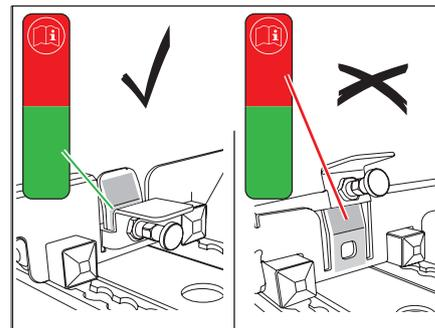
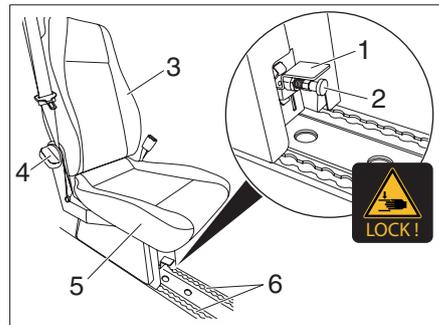

Fig. 17 Posizione dei bloccaggi
Fig. 23 Montaggio del sedile
- ▶ Sollevare il sedile (Fig. 23,5) nella guida (Fig. 23,6).
La leva di blocco (Fig. 23,1) dev'essere in posizione alta (per contrassegni vedi Fig. 16 e Fig. 17).
- ▶ Verificare che il sedile (Fig. 23,5) sia innestato correttamente.
- ▶ Tirare il perno di arresto (Fig. 23,2) e spingere verso il basso la leva di blocco (Fig. 23,1).
- ▶ Ruotare la manopola di regolazione (Fig. 23,4).
Lo schienale (Fig. 23,3) si ribalta in avanti.
- ▶ Tirare verso l'alto la leva di blocco (Fig. 23,1).
- ▶ Sollevare il sedile (Fig. 23,5) dalla guida e, se necessario, depositarlo brevemente.
- ▶ Afferrare il sedile per il cuscino e lo schienale (Fig. 23,3) e portarlo fuori dal veicolo.